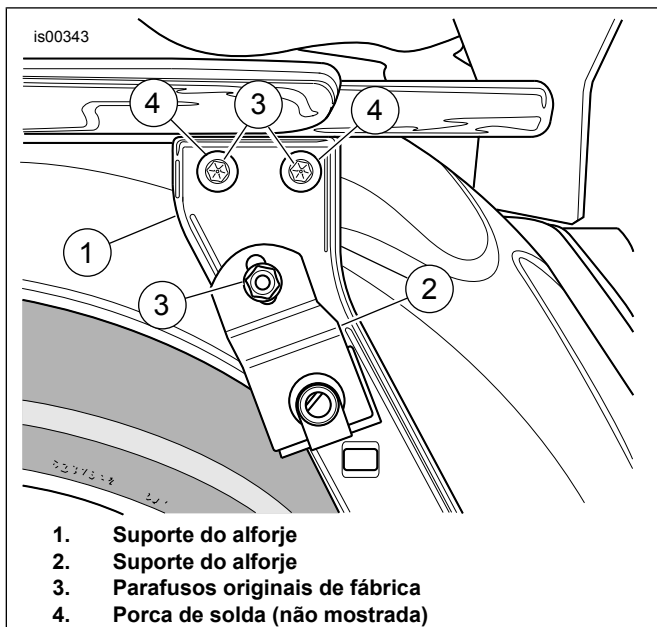

Figura 3. Parafusos originais de fábrica (mostrado o lado esquerdo)
7. Veja Figura 3 . Remova e descarte os parafusos existentes (3) de cada lado da motocicleta.